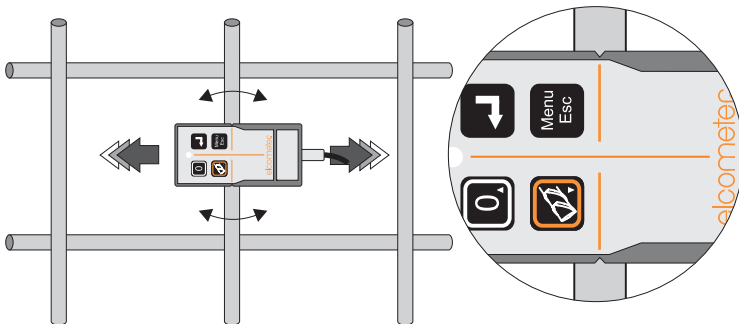

Figure 17. Sonde et armature à 90°.
11. Tourner la sonde de 90° par rapport à l'armature. Il faut s'aider des crans et de la ligne repère tracée sur le dessus de la sonde (Figure 17).
Au cours d'une mesure faite sonde perpendiculaire à l'armature (Figure 17), la sonde doit donner un signal minimal. Tout défaut d'alignement (angulaire ou linéaire) se traduit par une augmentation du signal.